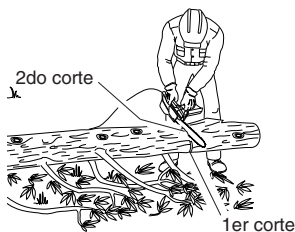

Figura 15 - Trozado del tronco apoyado sobre un solo extremo
1. Haga el primer corte del lado inferior del tronco (vea la Figura 15). Utilice la parte superior de la barra de guía para realizar este corte. Atraviese 1/3 del diámetro del tronco. Este corte impedirá la producción de astillas en esta sección al completarse el corte.